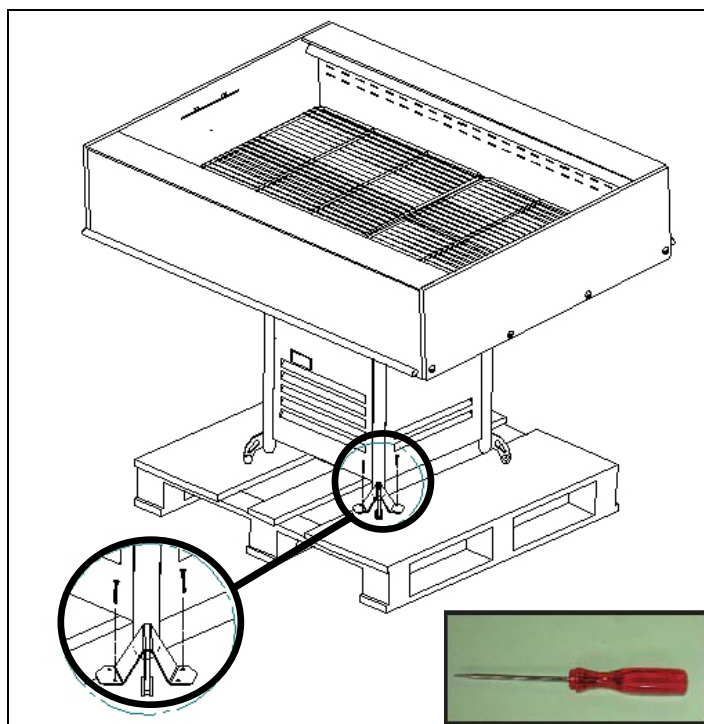

Fig. 4
- Pour enlever l'appareil de la palette, enlever les éléments de blocage en face des 4 pieds d'appui (fig. 4).